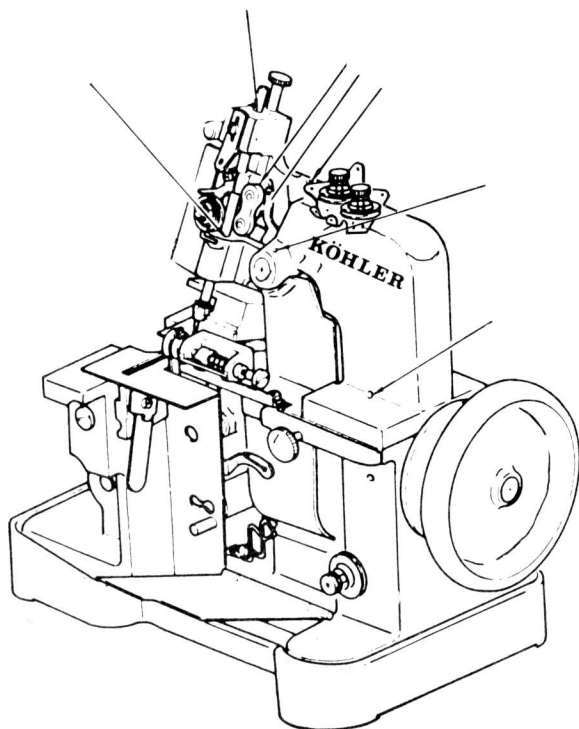

Fig. 2
3. Smering (zie fig. 2 t/m 4)
Als de machine nieuw is of een aantal weken niet is gebruikt, kunt u het beste de machine smeren op de in fig. 2, 3 en 4 aangegeven punten en alle andere delen welke elkaar raken gedurende het gebruik. Laat de machine rustig enkele minuten met bescheiden toerental draaien totdat alle delen volledig gesmeerd zijn. Een machine die continue in gebruik is, moet eigenlijk minimaal 2 maal per dag geolied worden, zeker als de machine op de maximaal aanbevolen snelheid draait.